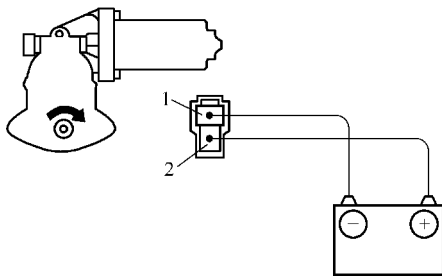

图 10-72 天窗驱动电动机的检查
- 2) 如图 10-72 所示, 直接对天窗驱动电动机端子施加正向或反向蓄电池电压, 看其运转状态。如果直接通电后, 驱动电动机不转, 或转但电动机发热严重, 或驱动齿轮旋转方向与规定的方向不符, 应进行修理或更换电动机。